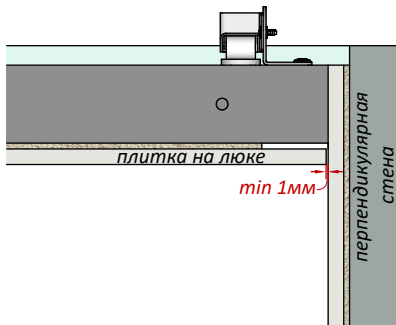
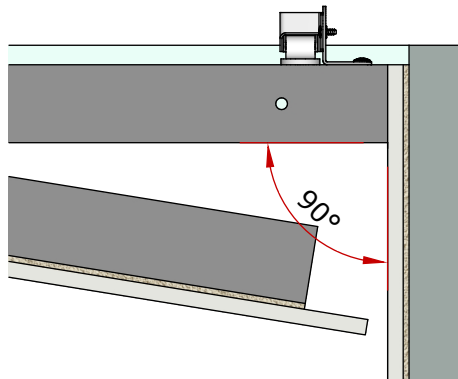

Рис. 17 (вид сверху)
Рис. 18 (вид сверху)
2. Расстояние между плиткой на люке и плиткой на перпендикулярной стене должно быть не менее 1 мм (Рис.17). Для того чтобы эти плитки не соприкасались при открывании - угол в который устанавливается люк (в чистовом виде) должен быть 90° (Рис.18).